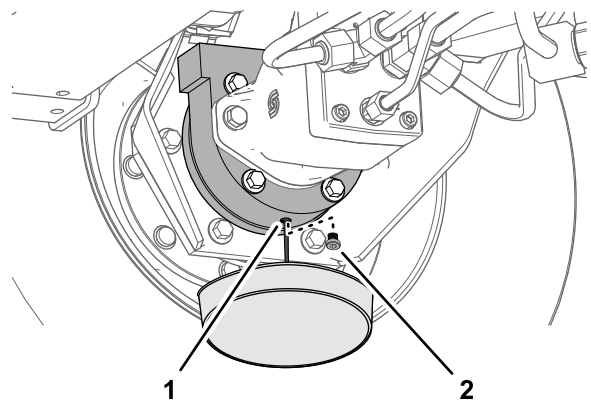

Figura 107
- Amplasați o tavă de golire sub carcasa frânei, îndepărtați bușonul de golire și lăsați uleiul să se scurgă complet (Figura 107).